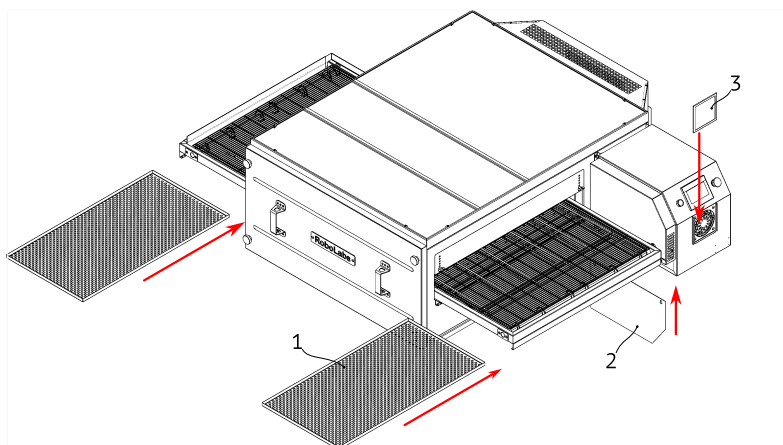

Рисунок 8
9. Установите поддоны (1) в направляющие, см. Рис. 8.